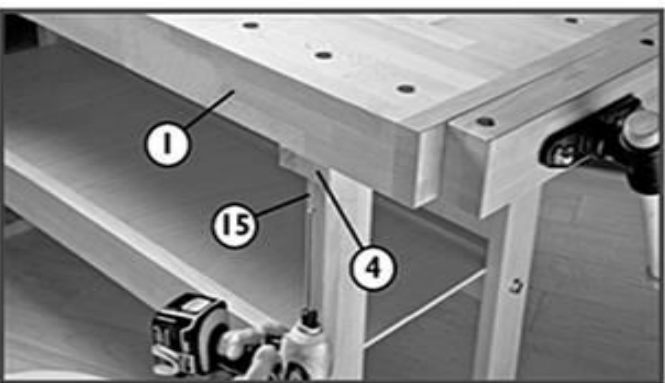

Fig. 5
5. Placez le plateau (1) sur les deux pieds assemblés. Fixez le plateau sur les traverses hautes au moyen de 4 vis bois 5x50mm (15), à chaque extrémité comme montré en Fig.5.